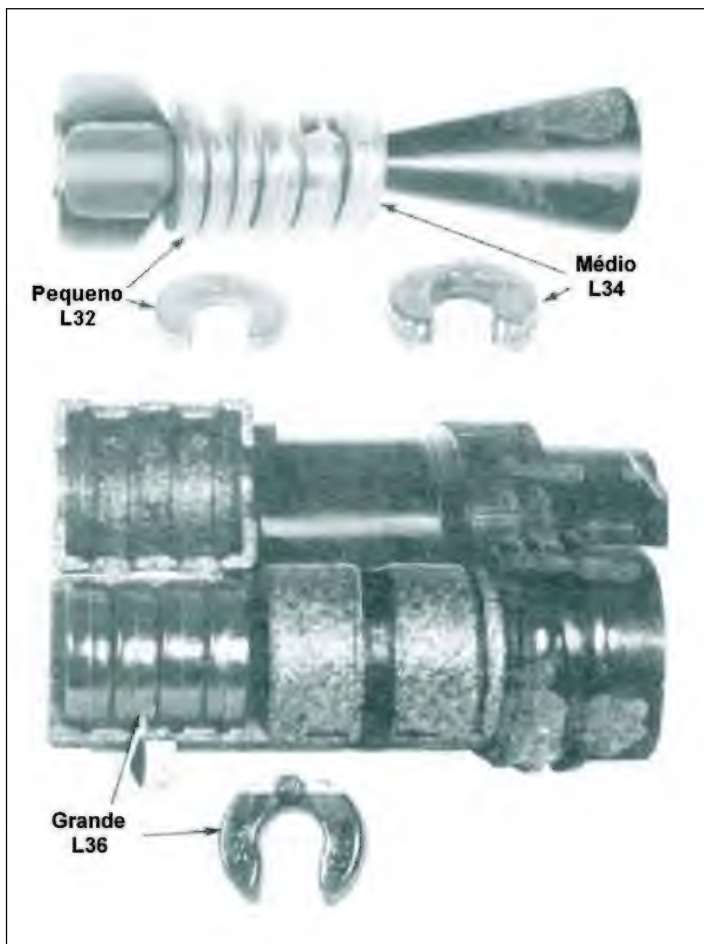

Fig 1-10. Os Suplementos
(2) Os suplementos são em forma de ferradura. Os invólucros são de celulóide recheados com propelente a base de nitrocelulose. Os suplementos são colocados no tubo central da cauda da granada. Cada granada possui três suplementos médios (285 gramas) e três suplementos pequenos (180 gramas). Os três suplementos médios são colocados próximos ao corpo da granada, enquanto os três pequenos são colocados abaixo deles (Fig 1-10).